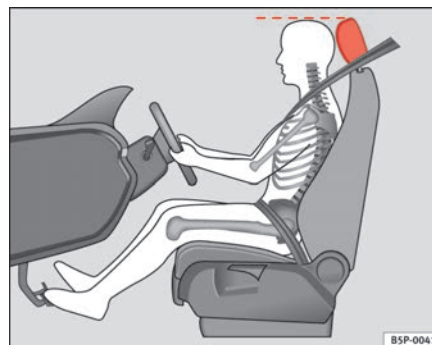

Fig. 2 Posición correcta del apoyacabezas del conductor
- Ajuste el apoyacabezas de modo que el borde superior del mismo quede a la altura de la parte superior de su cabeza ⇒ **fig. 2.**